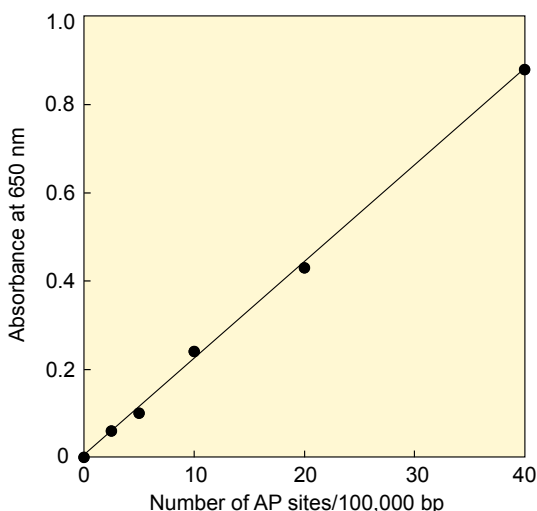

図 5 ARP-DNA standard solution を用いて作成した検量線の例
- 10) DNA 中の AP site 数を検量線から算出する (図 5)。